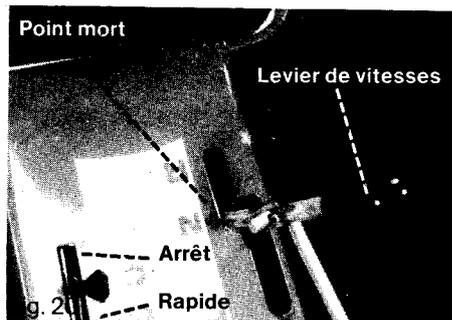

fig. 20
2. Mettre le levier de changement de vitesses au point mort (fig. 20).
4. Mettre le levier de commande des gaz en position FAST (rapide) (fig. 20).
10. Pour arrêter le moteur, mettre le levier de commande en position STOP (fig. 20).